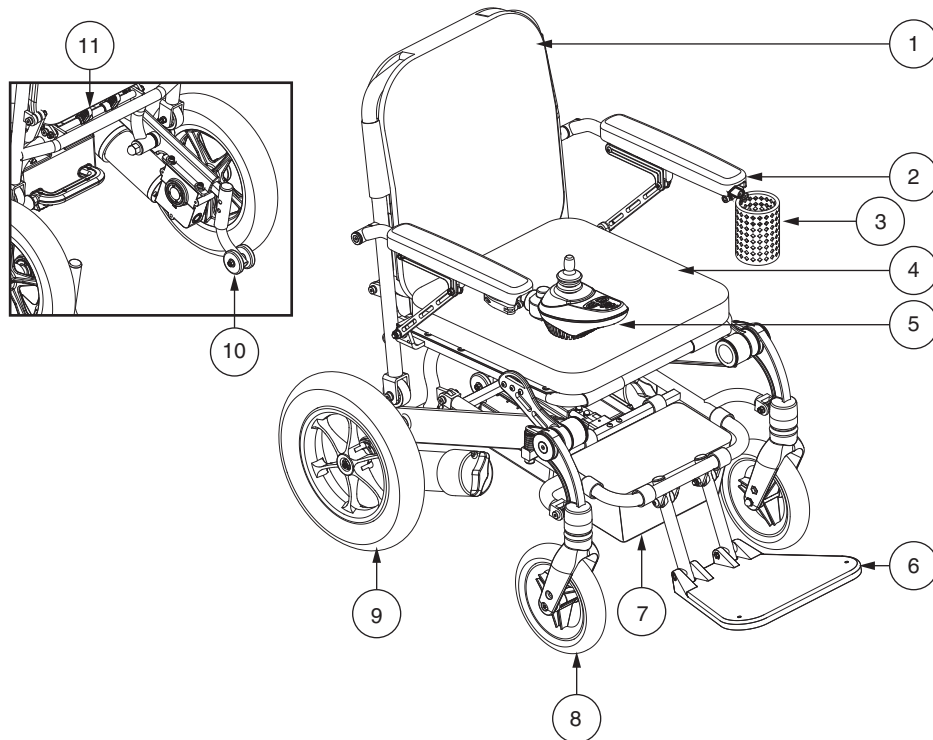

Figura 1. La Jazzy® Passport
2. Frente a la parte trasera de la silla, ubique el mecanismo de bloqueo. **Vea la figura 1.**
1. Frente a la parte trasera de la silla, ubique el mecanismo de bloqueo. **Vea la figura 1.**